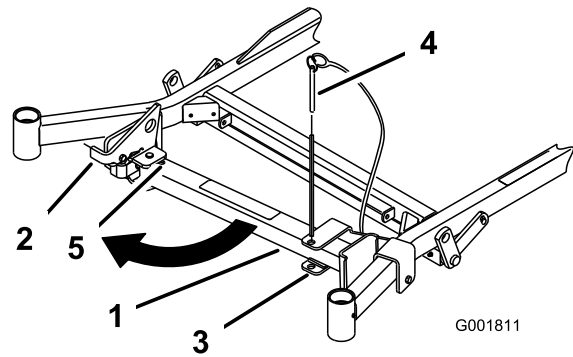
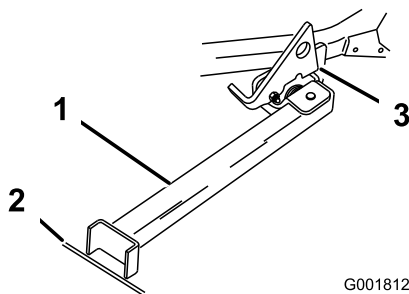

Figura 34
Figura 35
2. Retire el pasador del soporte (Figura 34).
3. Levante el enganche. Gire el pie del soporte hacia adelante, y deslice el soporte hacia la máquina, hasta que encaje en la parte de abajo de la ranura (Figura 34 y Figura 35).
6. Ponga el pie del soporte en el suelo con el enganche descansando sobre la pestaña de giro (Figura 35).
Nota: Para obtener los mejores resultados, coloque el pie del soporte en una ranura de la acera o en el césped (Figura 35).
8. Conduzca la máquina sobre el soporte. Pare cuando el enganche caiga por encima de la pestaña a la posición de BLOQUEADO (Figura 35). Una vez que esté sobre el soporte, ponga el freno de estacionamiento y apague el motor.
7. Ponga el soporte de nuevo en su posición de DESCANSO (Figura 34).